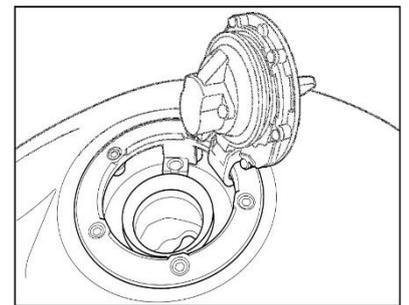

Fig. 8 Tampa depósito de combustível
(2) Para abrir a tampa do depósito de combustível (Fig. 8)